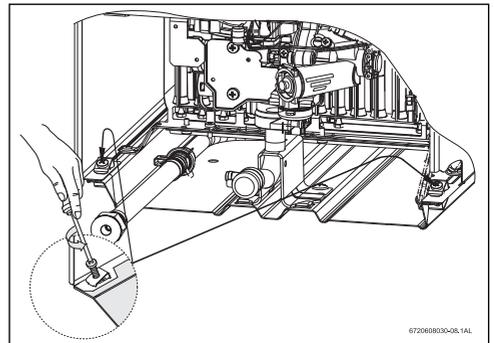

Fig. 6 Retire la cubierta frontal
- ▶ Desenrosque los tornillos a cargo de fijar la cubierta, vea la Fig. 6.